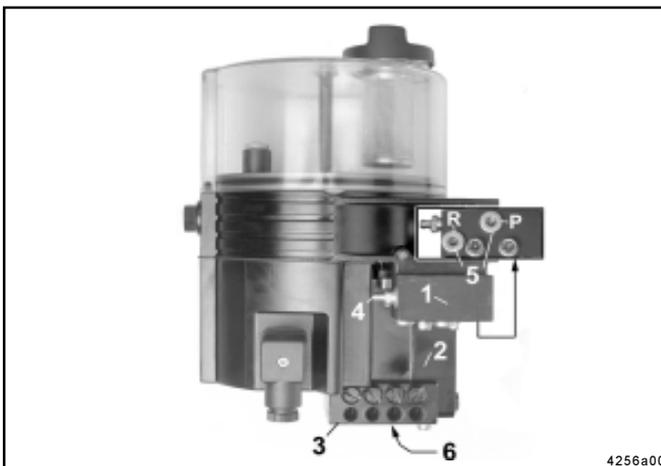

Fig. 16 – QLS 311 avec doseur SSV installé en bas
- doseur SSV installé en bas (voir Fig. 16)